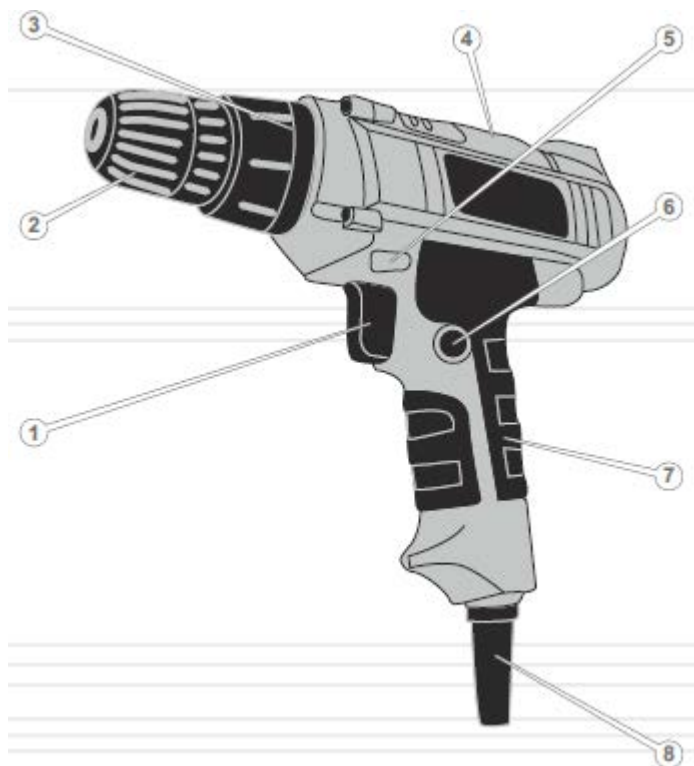

рис.1
----- Описание основных компонентов шуруповерта представлено ниже (Рис.1).
3. Переключателем (5) (см. Рисунок 1) установите желаемое для работы направление вращения шпинделя.
Чтобы включить шуруповерт, нажмите клавишу "Включение / выключение" (1) (см. Рисунок 1) и удерживайте ее в нажатом положении. Для продолжительной работы нажмите полностью клавишу "Включение / выключение" и зафиксируйте в этом положении кнопкой-фиксатором (6) (см. Рисунок 1).